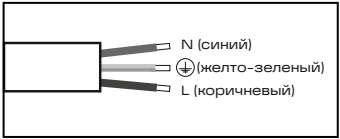

Рис. 4
- 5.14 Выполните электрическое подключение осветительного прибора согласно рис. 4 или 5 (для версии с DALI 2.0).